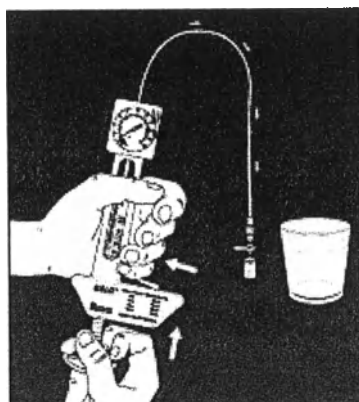

Рис.4
3. Для полного изгнания воздуха из системы поднимите прибор вверх, нажмите боковой рычаг и одновременно осторожно вытягивайте и вдавливайте рычаг с вентилем. Отпустив боковой рычаг, зафиксируйте прибор в данной позиции. Для добавления жидкости в систему необходимо повторить этап 2 (рис.4).